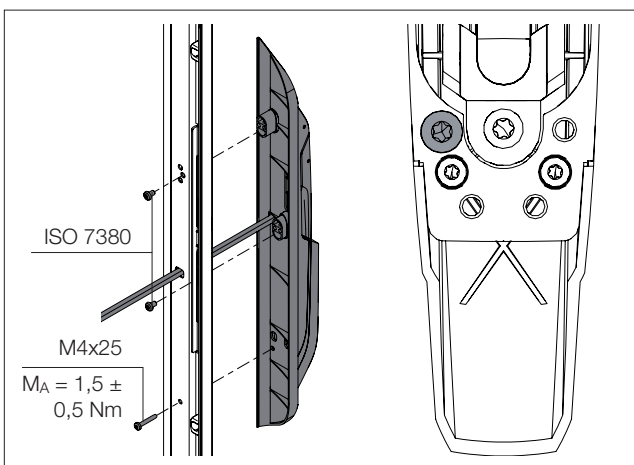
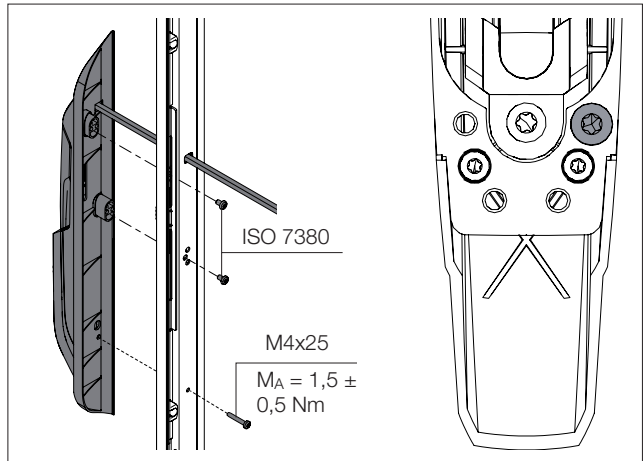

Abb. 22: Verschrauben des Designausgleichs inkl. Komfortgriff (Rechtsanschlag)
Abb. 23: Verschrauben des Designausgleichs inkl. Komfortgriff (Linksanschlag)
- Verschrauben Sie den Designausgleich inkl. Komfortgriff mit der Sichttür VX IT je nach Anschlagposition (Abb. 22 bzw. Abb. 23,  $M_A = 1,5 \pm 1 \text{ Nm}$ ).